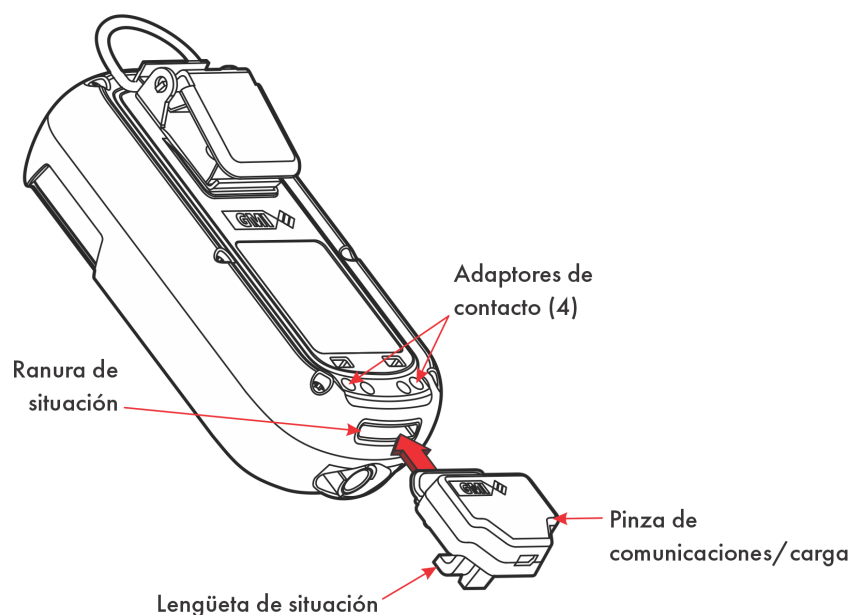

Figura 7-1: Conexión de la pinza de comunicaciones/carga
1. Conecte al detector la pinza de comunicaciones/carga suministrada. Compruebe que la lengüeta de situación de la pinza encaja en la ranura de situación del detector y queda firmemente asentada (consulte Figura 7-1: Conexión de la pinza de comunicaciones/carga).